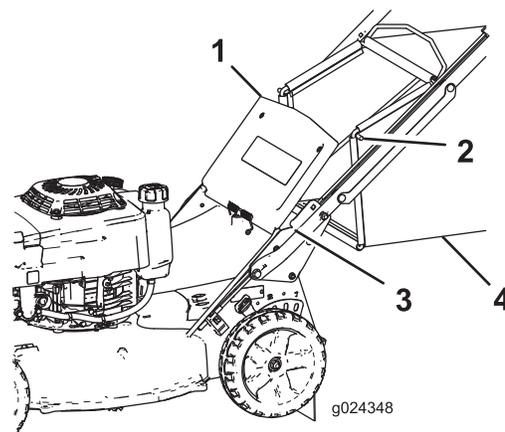

Figure 18
2. Soulevez le volet arrière et gardez-le dans cette position (Figure 18).
4. Placez les extrémités de la tige du bac dans les crans à la base du guidon et basculez le bac d'avant en arrière pour vous assurer que les extrémités de la tige sont bien engagées au fond des deux crans (Figure 18).
3. Enlevez la tige du bac à herbe des crans à la base du guidon (Figure 18).